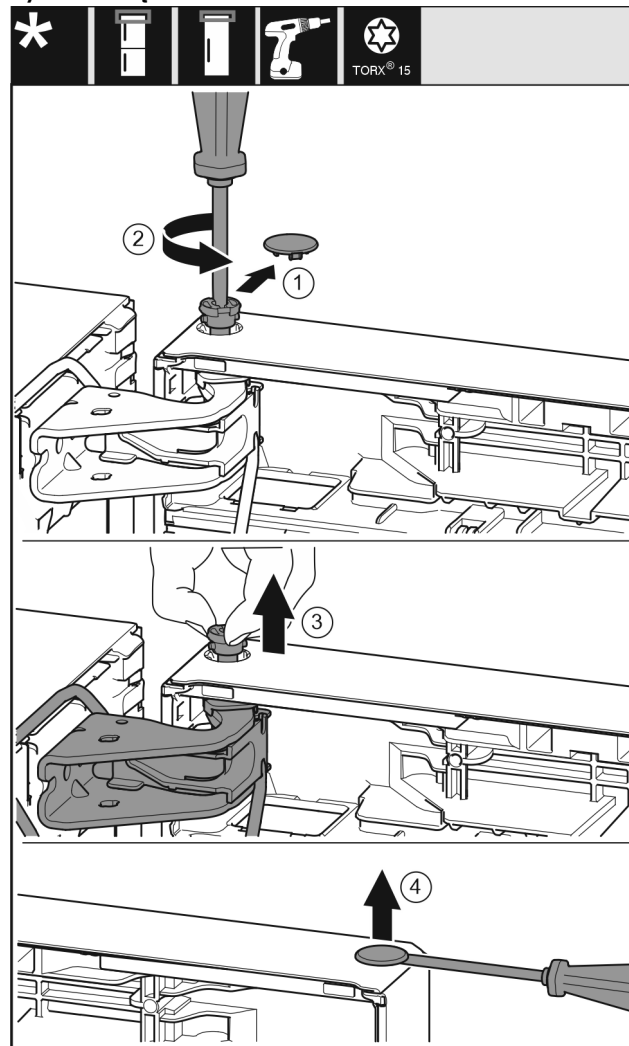

Fig. 22
- ▶ Ostrożnie zdjąć osłonę zabezpieczającą. *Fig. 22 (1)*
- ▶ Sworzeń wykręcić nieco przy pomocy śrubokręta T15. *Fig. 22 (2)*
- ▶ Przytrzymać drzwi i wyjąć sworzeń palcami. *Fig. 22 (3)*
- ▶ Zatyckę ostrożnie podważyć przy pomocy śrubokręta i wyjąć z tulei łożyskowej drzwi. *Fig. 22 (4)*